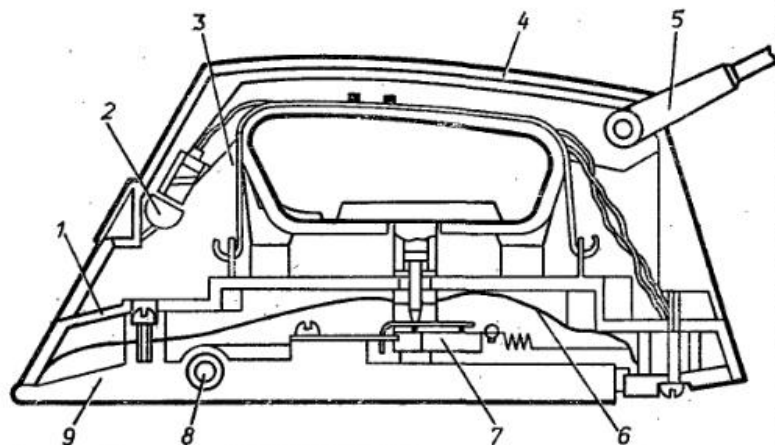

Рис. 19. Электроутиго УТ 1000-1,2/220:
**ЭЛЕКТРОУТИГО УТ 1000-1,2/220.** Этот утиго с терморегулятором. Он состоит из подошвы 9 (рис. 19), изготовленной из алюминиевого сплава с залитым в него трубчатым электронагревателем 8, кожан 1 из жаростойкой пластмассы, защищенного от нагрева подошвы теплоизоляционной прокладкой 6, ручки 3 и крышки 4, выполненных из ударопрочной пластмассы, соединительного шнура 5 с подвижным вводом (предохраняющим от излома) и сигнальной лампочки 2.